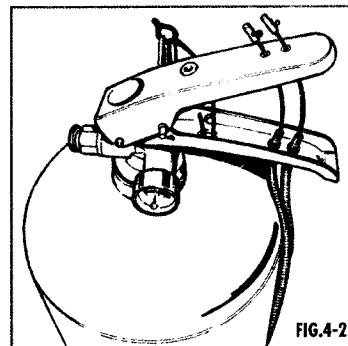

FIG.4-2
- Il cavetto deve essere fissato tramite l'apposito terminatore all'attuatore della valvola (FIG.4-2)